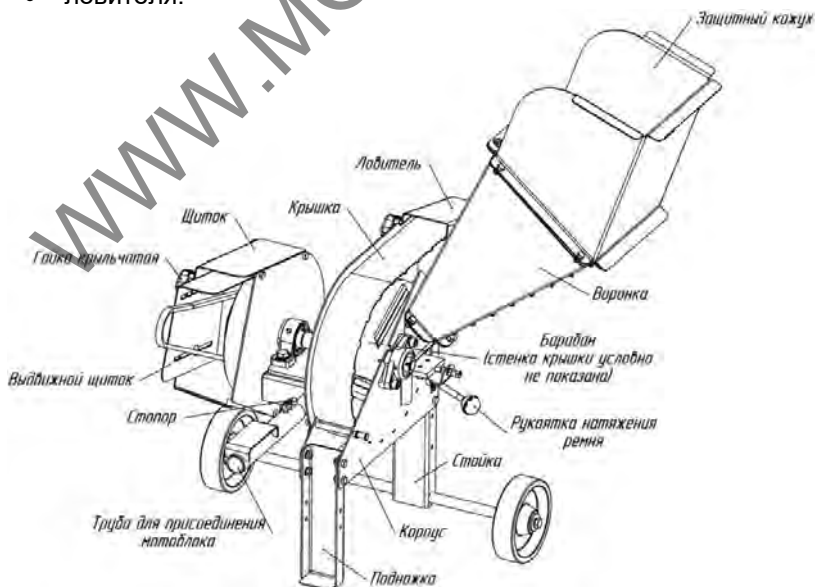

Рис.1 Измельчитель. Общий вид.
Измельчитель (рис.1) – это навесное оборудование для мотоблока, предназначен для измельчения веток методом рубки вращающимся барабаном с тремя ножами.
13. Установите выдвигной щиток до полной защиты ремня, зафиксируйте его двумя крыльчатými гайками рис.1.